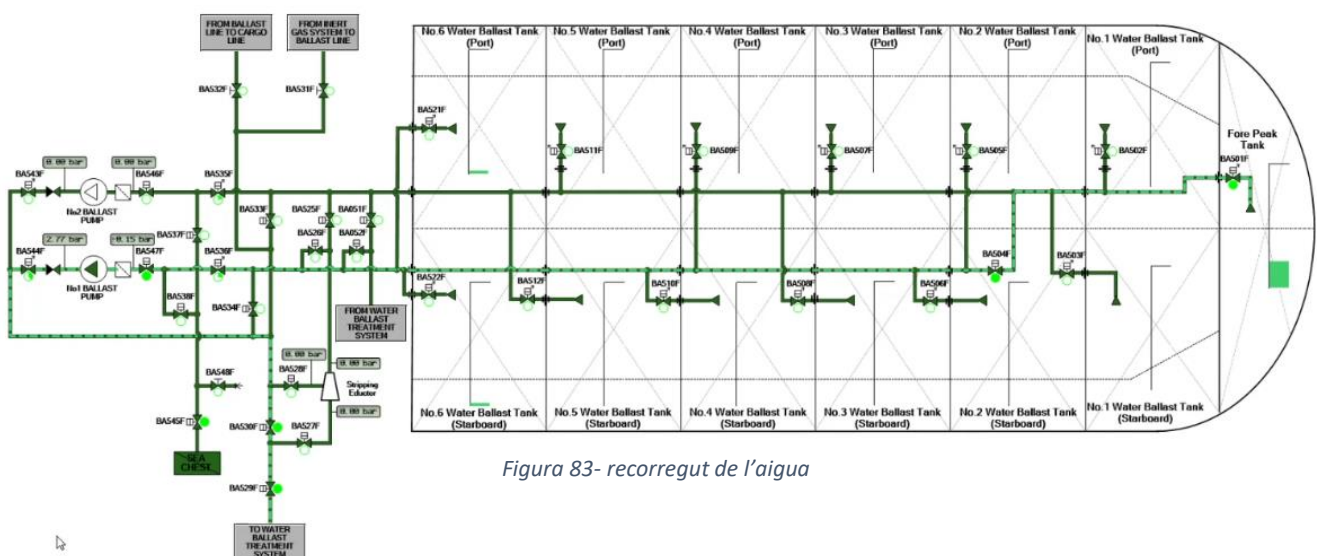

Figura 83- recorregut de l'aigua
- a la pantalla de *ballast system* s'hauria de veure com ens indiquen el recorregut que està fent l'aigua des del tanc de llast i hauria de tenir la forma de la figura 83.